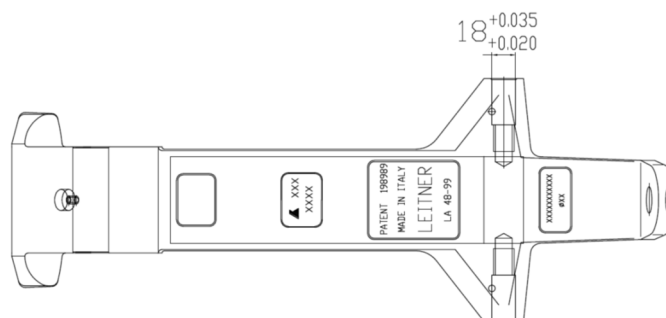

Figura 4b: Morsa LA48 – (b) dimensioni sede del perno nella ganascia mobile
- nel range $\varnothing 18 \text{ mm } +0.020 / +0.035$ per la morsa LA48 (figura 4b)